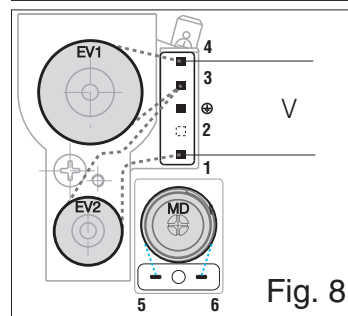

Fig. 8
- schema elettrico in Fig. 8. Le elettrovalvole di intercettazione EV1 ed EV2 sono alimentate in serie collegando i contatti 1 e 4.